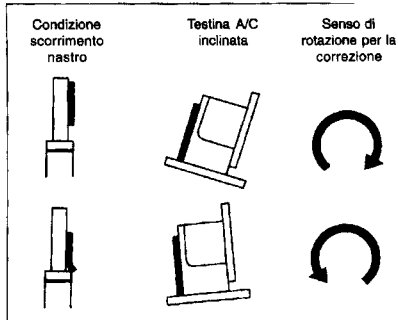

Fig. M14
- Regolare la vite del tilt in modo che il nastro tocchi appena la flangia inferiore della guida A1 (fig. M14) senza deformarsi.